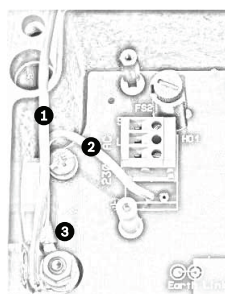

Figura 2.5 Entrada de alimentación sin protección que muestra el bloque de terminales HD1 antes del cableado
11. Retire la tuerca de bronce y la arandela de cobre del borne de puesta a tierra (elemento 3, *Figura 2.5*); déjelos a un lado.
13. Inserte el conductor de tierra del cable de alimentación (elemento 2, *Figura 2.5*) en la pieza de engarce (tamaño M6, certificado UL) del terminal y conéctelo en su lugar.